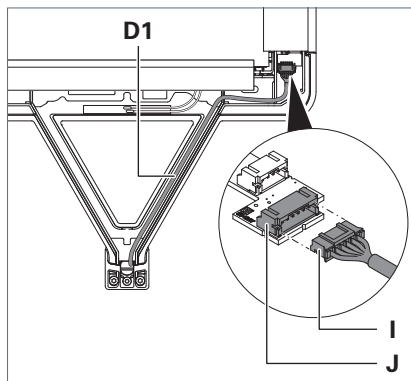

Fig. 5: Brancher le câble de commande.
- Posez le câble de commande **D1** du bras vertical dans le bras de support de la tête du luminaire, voir Fig. 5.